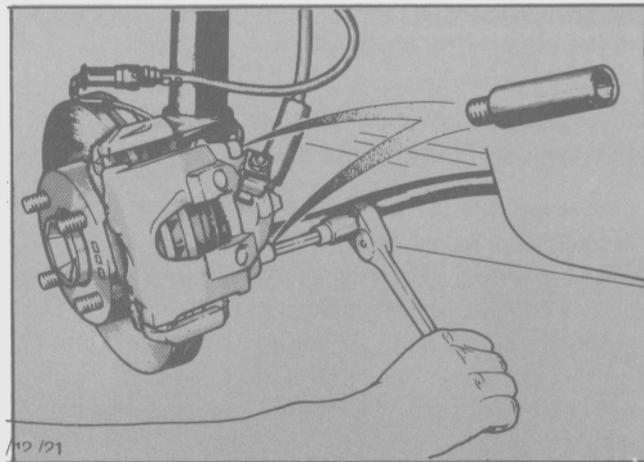

Fig. 37 - Extracción de los tornillos de sujeción de la mordaza.
- Retirar la placa de retención de la mordaza y utilizando un tubo apropiado aflojar los tornillos hasta liberar la mordaza del soporte de anclaje (Fig. 37).